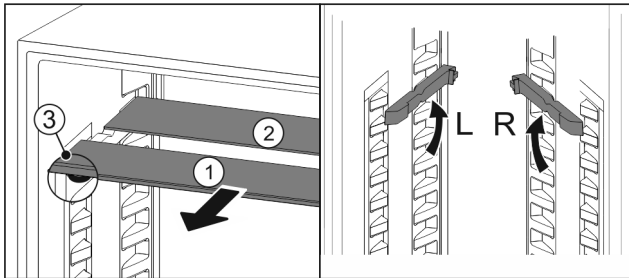

Fig. 62
- ▶ Glasplaten afzonderlijk vanaf de voorkant eruit trekken (Fig. 62 (1)).
- ▷ Glasplaat Fig. 62 (1) met sierlijst ligt voor.
- ▷ Stops Fig. 62 (3) zijn naar onder gericht.